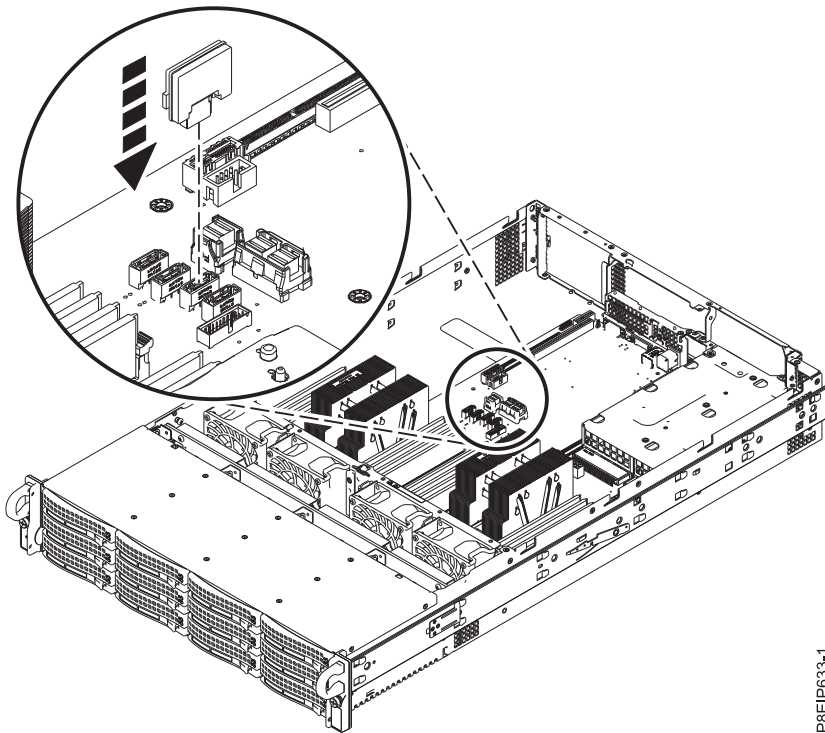

Figura 20. Instalando um DOM
4. Instale o DOM no painel traseiro do sistema, nas posições **(A)**, conforme mostrado na Figura 20 na página 22. Dependendo do modelo DOM, você também pode ter que conectar um pequeno cabo de energia para o DOM. Assegure-se de que ligar os conectores adequadamente.